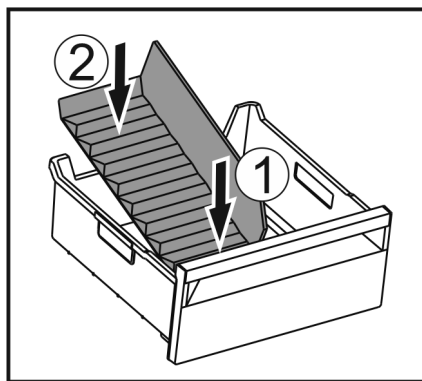

Fig. 196
- Sätt in frysfacksdelarens främre del. Fig. 196 (1)
- Sänk ned frysfacksdelarens bakre del till lådans botten. Fig. 196 (2)